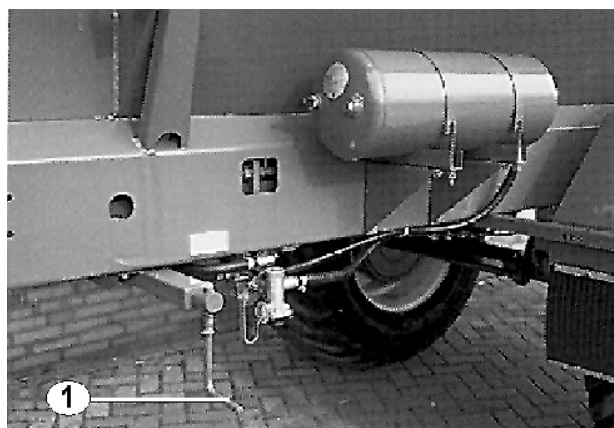

Fig. 20
- Sur les épandeurs centrifuges traînés, le frein de stationnement est actionné par un frein à air comprimé par l'intermédiaire de la manivelle (Fig. 20/1) sur le côté du véhicule. Tournez la manivelle vers la droite jusqu'en butée.